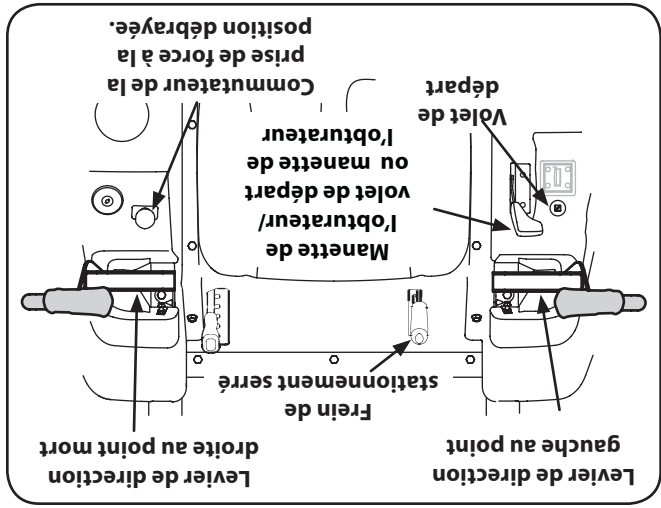

Figure 5-1
2. Serrez le frein de stationnement. Voir la Figure 5-1.
3. Vérifiez que le commutateur de la prise de force est à la position « Débrayée ». Voir la Figure 5-1.
4. Tirez le bouton de commande du volet de départ vers la position « Débrayée ». Voir la Figure 5-1.